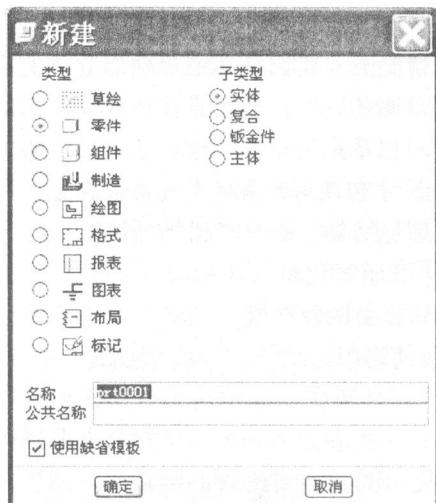

图 1-5 新建文件对话框
(1) 运行 Proe.exe, 直接点击桌面上的快捷方式或者点击屏幕最左下角的“开始”, 然后点击“所有程序”→“PTC”→“Pro Engineer”→“Pro Engineer”。稍微耐心等待一段时间, 直到系统基本界面出现。
(2) 点击下拉菜单“文件”(File)→“新建”(New), 系统弹出如图 1-5 所示的对话框, 使用缺省设置, 直接点击确定按钮。